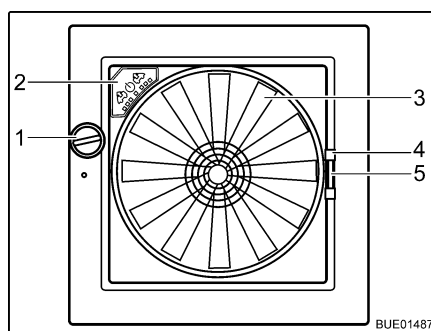

Fig. 101 Lanterneau Omni-Vent
- Tourner le bouton rotatif (Fig. 101,1) jusqu'à ce que l'angle d'ouverture désiré soit atteint.
- Tourner le bouton rotatif (Fig. 101,1) jusqu'à ce que le lanterneau soit entièrement fermé.
- Tirer la moustiquaire par la poignée (Fig. 101,4) vers le côté de cadre opposé.
- Presser la poignée (Fig. 101,5) du dispositif occultant.
- Ventilateur** Quand le lanterneau est ouvert, l'espace intérieur peut être ventilé et aéré avec un ventilateur à 6 niveaux de puissance (Fig. 101,3). La commande du ventilateur s'effectue sur son panneau de commande (Fig. 101,2).